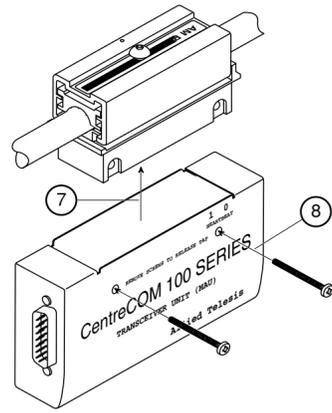

図7 トランスシーバー本体取り付け
⑦ タップ本体の3本のピンがタップ本体に対して直角となっていることを確認し、トランスシーバー本体を取り付けます。トランスシーバー本体がタップ本体に簡単に取り付けられない場合、ピンが曲っていたり、斜めになっている可能性があります。その場合、無理に押し込もうとせず、ピンを垂直に直してから取り付けてください(図7)。
⑧ トランスシーバーの前面から固定ねじ(2本)を取り付けてください(図7)。